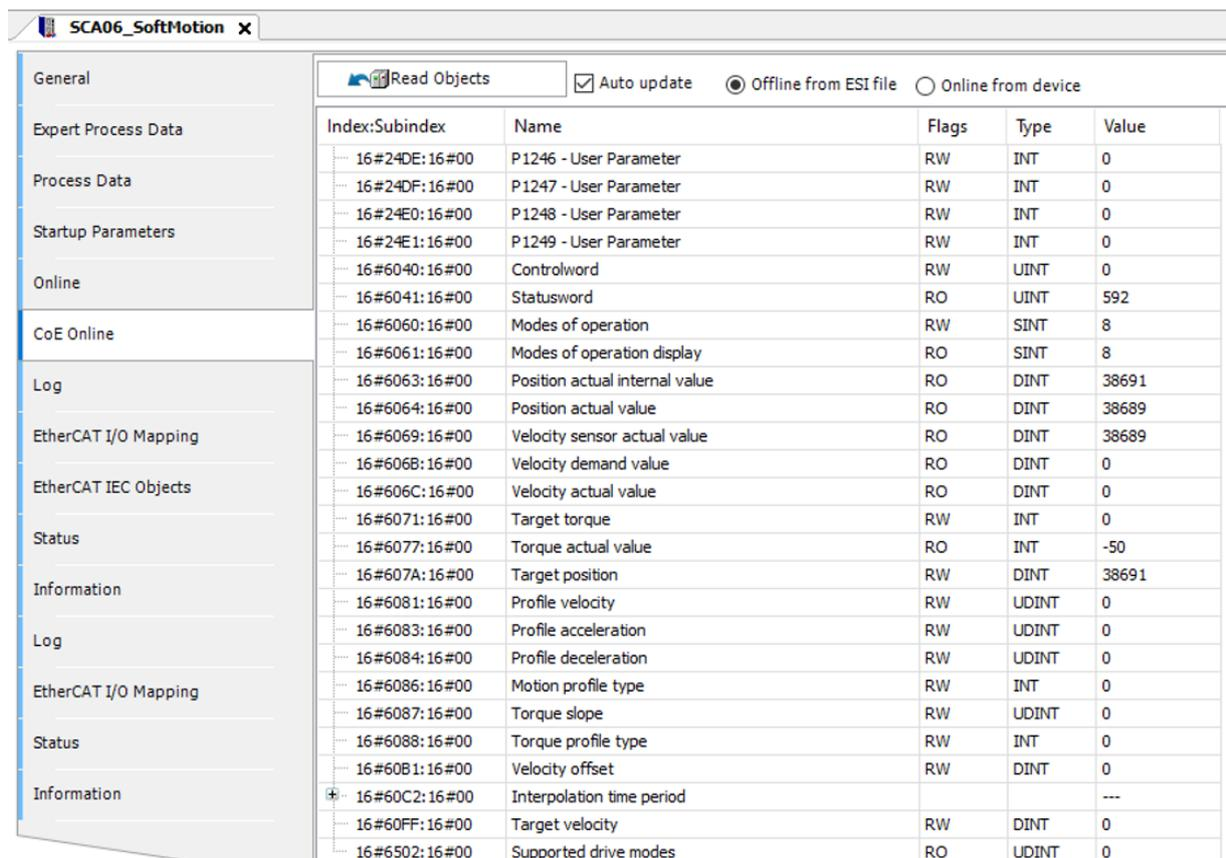

Figura 4.7: CoE Online
- Abra la pestaña **CoE Online** y seleccione la opción **Auto Update**, conforme la Figura 4.7.